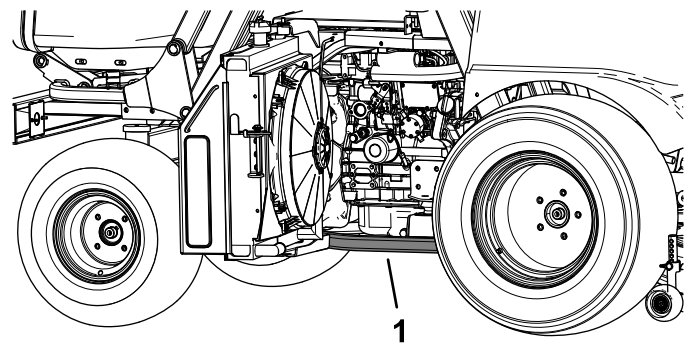
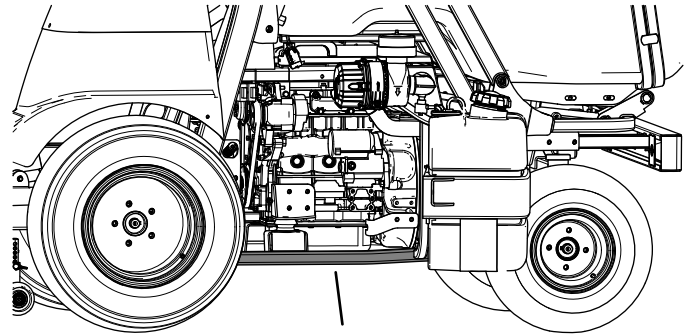

図 38
図 39
2. フレームチューブの下 図 38 と 図 39 の ROPS の真下位置またはできるだけ近い位置にジャッキをセットする。